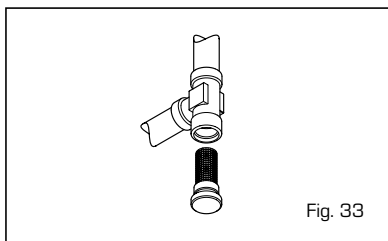

Fig. 33
4.8.1 Pulizia filtro "Aqua Guard Filter System" (fig. 33)
- Otturazione del filtro circuito riscaldamento da impurità (fig. 33); provvedere alla pulizia.